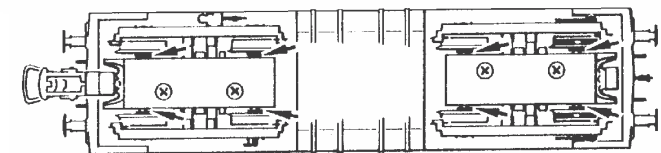

Fig. 4
2. Schmierung: Versehen Sie die im Schmierplan in Fig. 4 gekennzeichneten Stellen mit nur **kleinen Öltropfen**. Dazu zuerst das Lokgehäuse abnehmen (Fig. 3). Wir empfehlen den **ROCO Öler Art.-Nr. 10906**. Fürs Schmieren der Getriebeteile (Zahnräder, Schnecke) empfehlen wir das **ROCO-Spezialfett Art.-Nr. 10905**. Im Falle der Schmierung diese Teile **nicht ölen**.
2. Lubrication: Apply **tiny oil drops** to spots marked in fig. 4. Prior to lubrication dismantle locomotive (fig. 3). We recommend using item no. **10906, Roco oiler**. For lubrication the gearparts (e.g. cogwheels, worm) we should recommend our Roco **special grease** (item no. **10905**).
2. Het smeren: Op de aangegeven punten slechts **een enkel oliedruppeltje** (fig. 4). Daartoe wel eerst het lochuis verwijderen (fig. 3). Wij adviseren Rovo-smeerolie art. 10906. Voor het smeren van de aandrijving (tandwielen, wormwielen, etc.) adviseren wij **Roco-smeervet art. 10905**. Let op. Geen olie gebruiken waar smeervet zit.